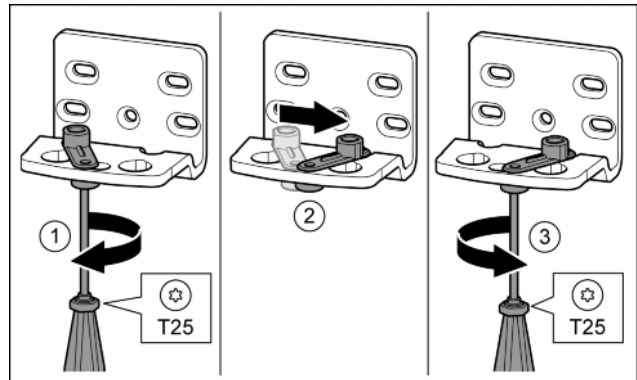

Fig. 17
- ▶ Отпустить винт отверткой T25. Fig. 17 (1)
- ▶ Приподнять фиксатор двери и, повернув на 90° вправо, вставить в отверстие. Fig. 17 (2)
- ▶ Затянуть винт отверткой T25. Fig. 17 (3)